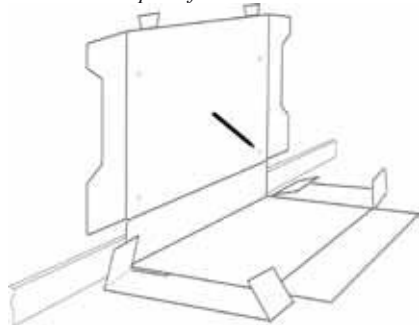

Fig. 3
- Utiliser le gabarit qui se trouve sur l'emballage. Vérifier que le gabarit est bien plaqué contre le mur! Voir Fig. 3. Fixer les consoles au mur en serrant les vis dans les trous ovales (4x).